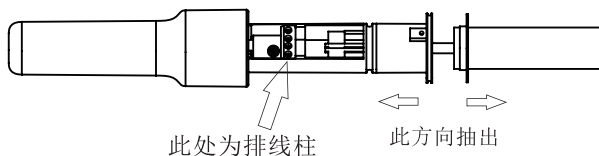

图3
3. 取下钢管固定螺丝后。接上一道工序，用十字螺刀将排线柱退松，将钢管和手柄芯沿两个方向拔开如图3所示。